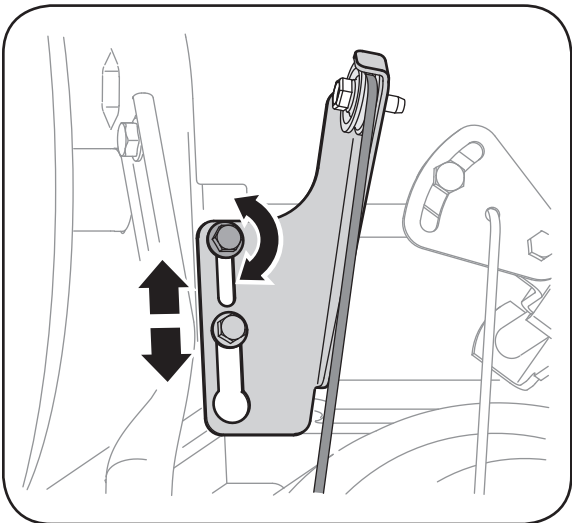

Figure 5-4
5. Desserrez le contre-écrou à six pans inférieur sur le support du câble de la transmission. Voir la Figure 5-4.